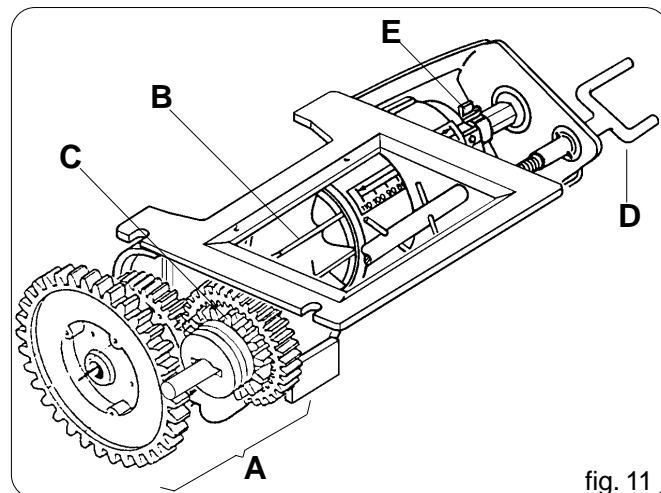

fig. 11
Il dosatore (fig. 11), organo principale per il funzionamento della seminatrice, è posizionato sotto il serbatoio delle sementi. Riceve il moto dalla ruota di trasmissione per mezzo di ingranaggi (con rapporto proporzionale alla larghezza di lavoro) e catene. Composto da un cambio (A Fig. 11), permette due rapporti di trasmissione al rullo distributore (B) variando la posizione della ruota dentata rossa (C). Nella posizione «N», il rapporto al cambio è di 1:1 dettato dalla coppia di ruote dentate Z19; spostando la ruota (C) in «M», il rullo distributore dimezzerà i propri giri, in quanto la trasmissione viene composta dalla ruota motrice rossa Z14 e ruota condotta Z28.
The doser (fig. 11) the most important part for seeder operation, is located underneath the seed hopper. Motive power is transmitted to it by the drive wheel through gears (with ratios proportional to the width of the work to be carried out) and chains. Thanks to a gearbox (A fig. 11) it allows the distributor roller (B) to operate with two gear ratios, by changing the position of the red toothed wheel (C). In position "N", the gear ratio is 1:1, as imposed by the pair of toothed wheels Z19; when the wheel (C) is shifted to the "M" position, the distributor wheel halves the number of revolutions, as the drive is then composed of the red drive wheel Z14 and the drawn wheel Z28.
Der Dosierer (Abb. 11) ist die wichtigste Vorrichtung für den Betrieb der Sämaschine und ist unter dem Saatgutbehälter angebracht. Er wird mittels Zahnrädern (deren Verhältnis proportional zur Arbeitsbreite ist) und Ketten vom Treibrad angetrieben. Der Dosierer besteht aus einem Getriebe (A Abb. 11), das zwei Übersetzungen des Zahnrads (B) ermöglicht, indem die Position des roten Zahnrads (C) verändert wird. In der Stellung "N" beträgt das Getriebeverhältnis 1:1 und wird durch das Zahnradpaar Z19 realisiert. Wenn das Rad (C) auf "M" verstellt wird, halbiert das Zahnrad seine Drehzahl, da der Antrieb in diesem Fall aus dem roten Treibrad Z14 und dem angetriebenen Rad Z28 zusammengesetzt ist.
Le doseur (cf. fig. 11), l'organe principal pour le fonctionnement de l'élément semeur, est placé sous le réservoir des semences. Il reçoit le mouvement de la roue de transmission par le biais d'engrenages (avec rapport proportionnel à la largeur du travail) et par des chaînes. Le doseur est composé d'une boîte à vitesses (cf. A fig. 11) qui permet deux rapports de transmission au rouleau de distribution (B) en variant la position de la roue dentée rouge (C). En position "N", le rapport est de 1:1 donné par le couple de roues dentées Z19; si l'on déplace la roue (C) en "M", le rouleau distributeur réduira de la moitié le nombre de ses tours puisque la transmission est composée par la roue motrice rouge Z14 et par la roue conduite Z28.
2) El dosificador (fig 11), que es el órgano principal para el funcionamiento de la sembradora, se encuentra colocado debajo del tanque de las semillas. Recibe el movimiento de la rueda de transmisión a través de los engranajes (que tendrán una relación proporcional a la anchura del trabajo que se deberá efectuar) y de las cadenas. Consta de un cambio (A Fig. 11), permite dos relaciones de transmisión al rodillo distribuidor (B) variando la posición de la rueda dentada roja (C). En la posición "N", la relación con el cambio es de 1:1 dictada por el par de ruedas dentadas Z19; colocando la rueda (C) en "M", el rodillo distribuidor demediará los propios giros, puesto que la transmisión será compuesta por la rueda motriz roja Z14 y la rueda conducida Z28. Al efectuar una prueba de dosificación así como viene descrito en el capítulo 3.2.3 se notará que, respecto a la prueba con la relación 1:1, la cantidad de producto distribuido resultará demediado (Véase la tabla pag.27).
La molla di blocco (E Fig. 11) permette di modificare il campo d'apertura della saracinesca e contemporaneamente la portata del rullo dosatore.
The locking spring (E fig. 11) enables the opening range of the gate to be modified which, in turn, modifies the capacity of the dosing roller at the same time.
Die Sperrfeder (E Abb. 11) ermöglicht es, den Öffnungsbereich des Schiebers und gleichzeitig den Durchsatz der Dosierrolle zu verändern.
Le ressort de blocage (cf. E fig. 11) permet de modifier l'ouverture de la vanne et, en même temps, le débit du rouleau doseur.
El resorte de bloqueo (E Fig. 11) permite modificar el campo de abertura de la persiana y simultáneamente la capacidad del rodillo dosificador.